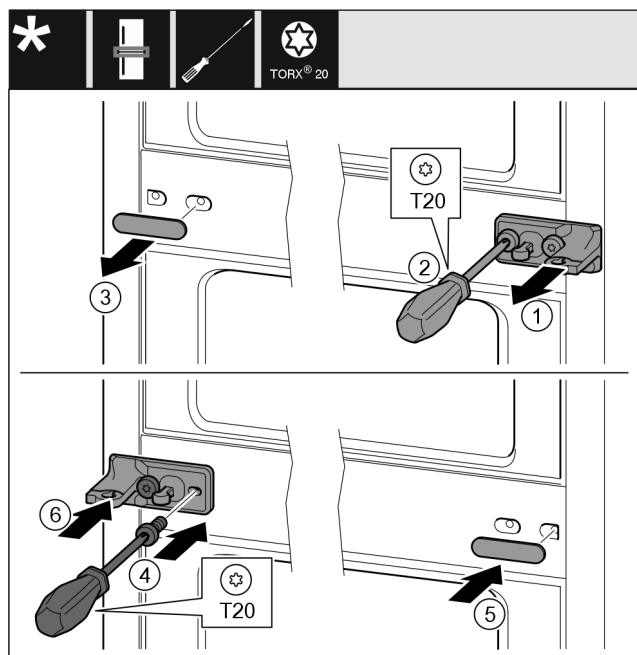

Fig. 11
- ▶ Estrarre la rondella. Fig. 11 (1)
- ▶ Svitare le viti con il cacciavite T20. Fig. 11 (2)
- ▶ Rimuovere con cautela la copertura. Fig. 11 (3)
- ▶ Ruotare il blocco di supporto con lamina di 180° e avvitare saldamente sull'altro lato. Fig. 11 (4)
- ▶ Applicare la copertura ruotata di 180° sull'altro lato. Fig. 11 (5)
- ▶ Spingere la rondella dal lato anteriore. Fig. 11 (6)